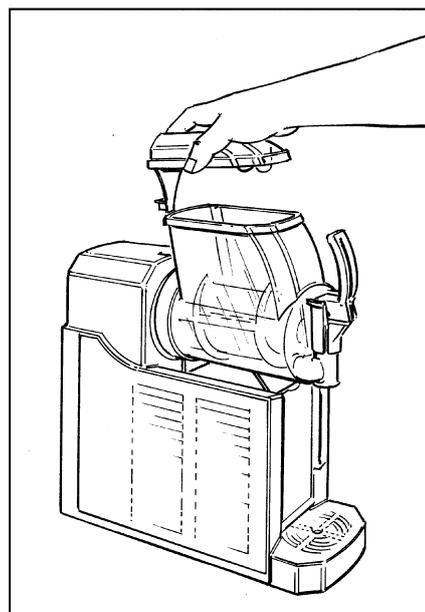

Fig. 1
**L'**apparecchio su una superficie orizzontale e solida facendo in modo che la carrozzeria dell'apparecchio sia ben areata (almeno 20 cm di spazio libero, fig.1), installare l'apparecchio in un ambiente asciutto ed evitare di installarlo